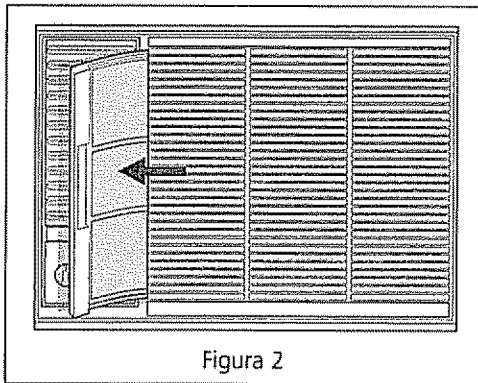

Figura 2
- Los modelos con rejillas de 6-sentidos tienen un filtro deslizable. Sujete la manija formada del filtro y jale a la izquierda, quitándola del panel delantero (Figura 2)